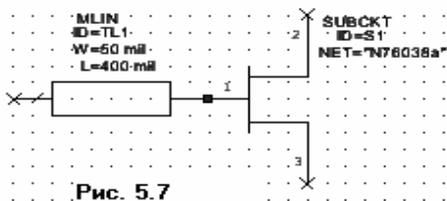

Рис. 5.7
3. Нажмите левой кнопкой мышки на модель **MLIN** и, не отпуская кнопки мышки, перетащите элемент в окно схемы, отпустите кнопку, поместите элемент на узле **1** подсхемы **N76038a** и щёлкните левой кнопкой мышки, чтобы зафиксировать его (Рис.5.7).
перетащите элемент в окно схемы, отпустите кнопку, поместите элемент так, чтобы соединить его с левым узлом элемента **MLIN**, как показано на рис. 5.7 и щёлкните левой кнопкой мышки, чтобы зафиксировать его.